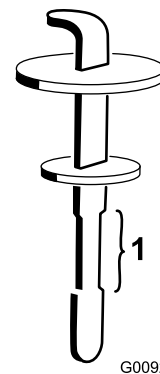

**Figure 120**
2. Du côté droit de la machine, soulevez le couvercle d'accès pour exposer le bouchon du réservoir hydraulique (Figure 120).
3. Nettoyez la surface autour du goulot et du bouchon de remplissage du réservoir hydraulique (Figure 120).